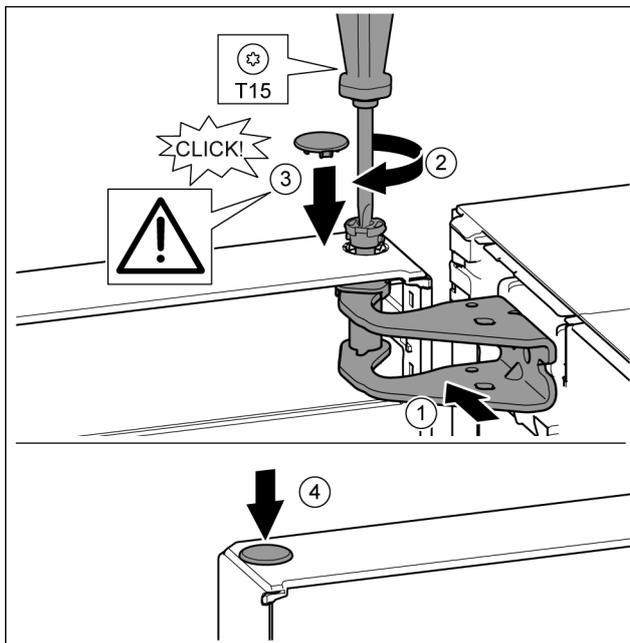

Fig. 20
- ▶ Allineare la porta in alto all'apertura nel blocco di supporto. Fig. 20 (1)
- ▶ Inserire i perni e stringere con il cacciavite T15. Fig. 20 (2)
- ▶ Montare la copertura di sicurezza a protezione della porta: inserire la copertura di sicurezza e controllare se appoggia sulla porta. Altrimenti inserire completamente il perno. Fig. 20 (3)
- ▶ Inserire i tappi. Fig. 20 (4)